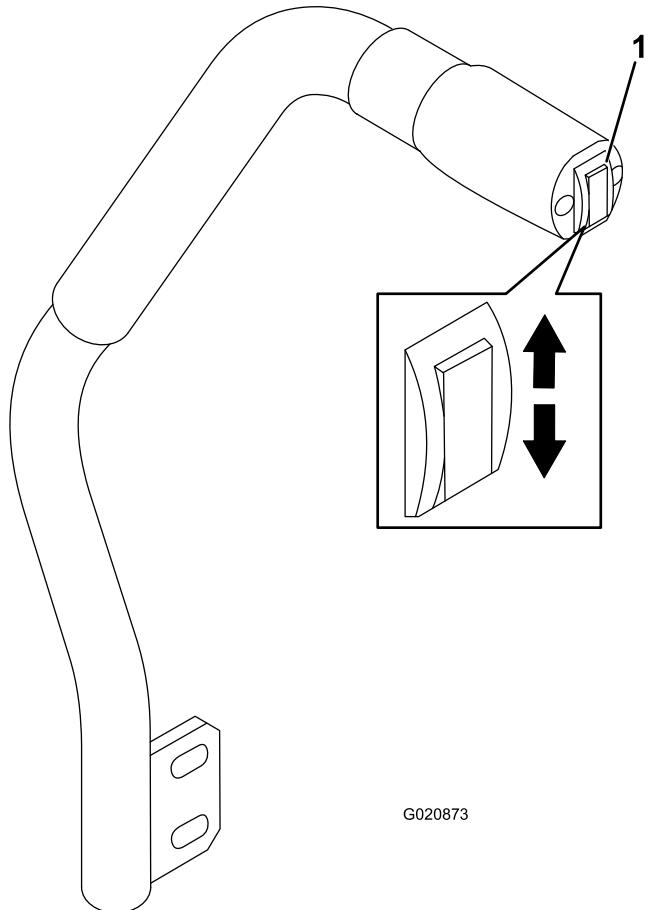

Figura 27
- Para bajar la plataforma de corte, baje el interruptor de elevación de la plataforma (Figura 27).
- Para elevar la plataforma de corte, suba el interruptor de elevación de la plataforma (Figura 27).
El interruptor de elevación de la plataforma eleva y baja la plataforma de corte (Figura 27). El motor debe estar en marcha para poder utilizar esta palanca.
1. Con el motor en marcha, presione hacia arriba el interruptor de elevación de la carcasa hasta que la carcasa de corte esté elevada del todo y **suelte el interruptor inmediatamente** (Figura 27).